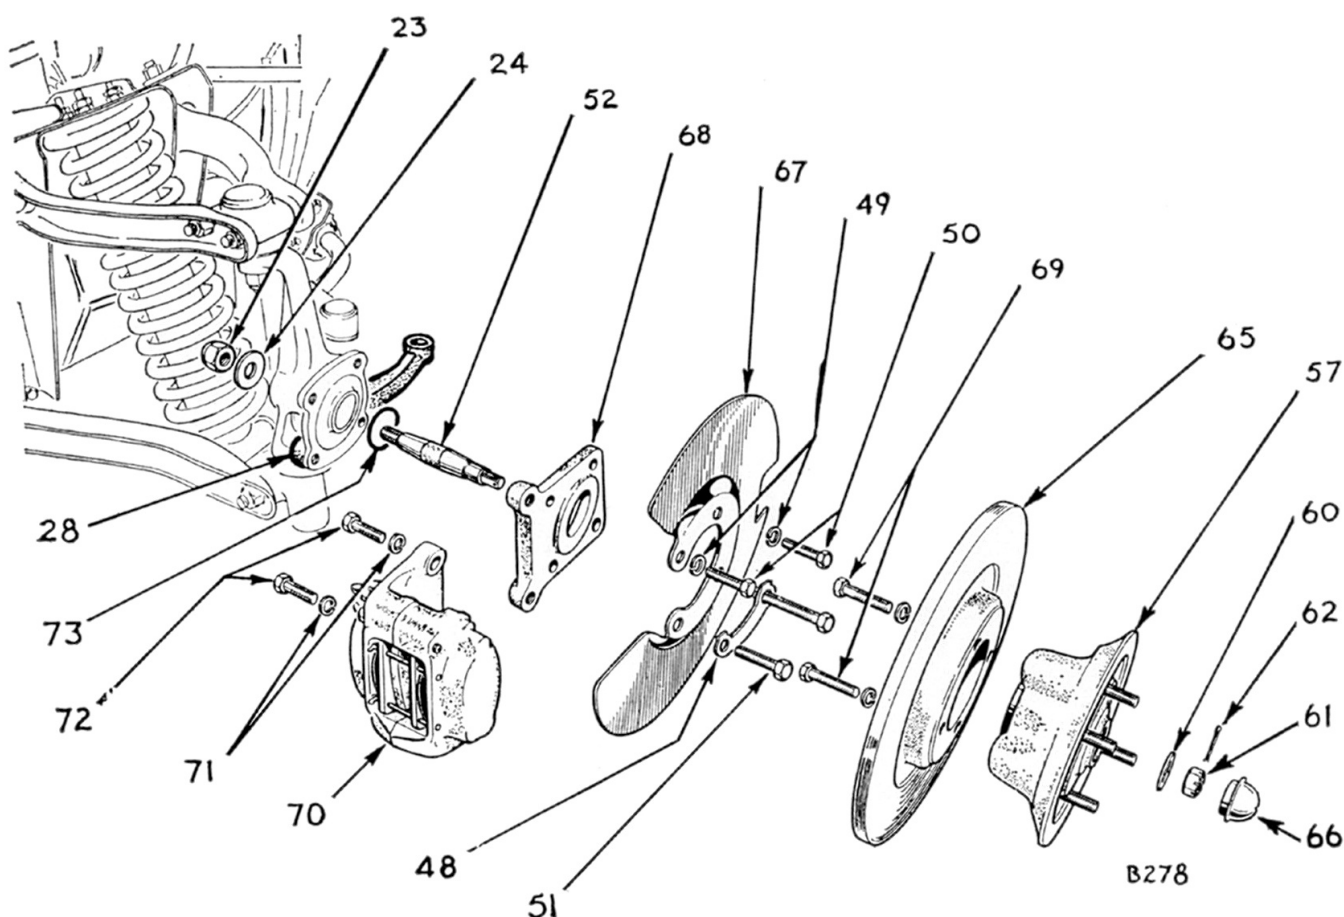

Fig. 20. Vue éclaté des éléments de frein à disque
REMARQUE : Les véhicules portant un numéro à partir de G.A.99486 (Herald 1200), F.C.2393 (Spitfire), H.B. 7082 (Vitesse) et G.D.215 (Herald 12/50) ont un joint de caoutchouc (73), Fig. 20, monté entre le renforcement du support d'étrier et le pivot de fusée.